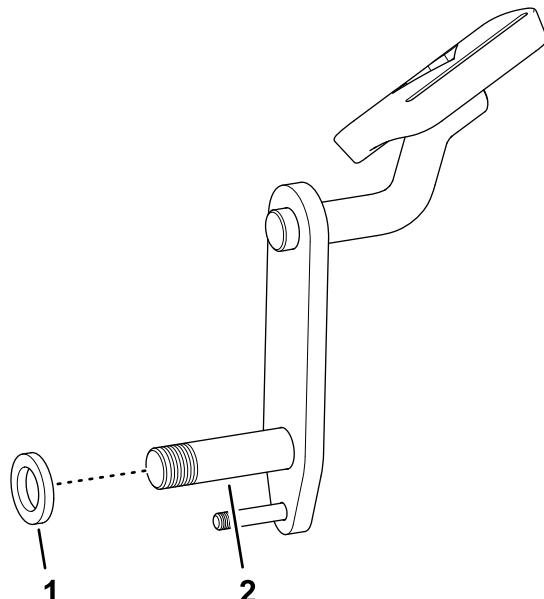

Figure 10
- Placez l'entretoise (5/8" x 1-1/16") sur l'axe de pivot de la pédale de verrouillage (Figure 10).